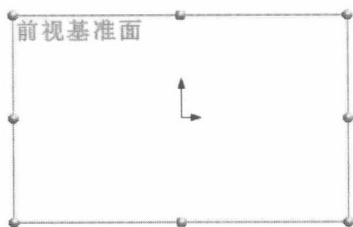

图 1.9 选择前视基准面
- (1) 单击【新建】按钮，选择【零件】命令，进入零件图绘制界面。
- (2) 单击【草图绘制】按钮，选择前视基准面，准备开始草图绘制，如图 1.9 所示。